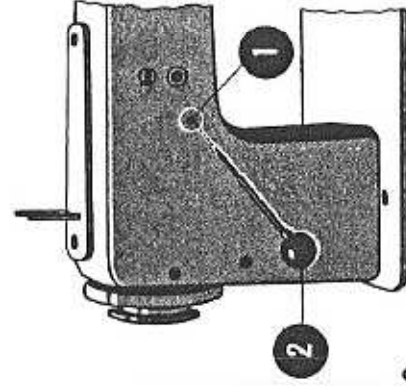

Abb. 3
Zu 1: Zum Einstellen der Maschine ist eine absolut gerade Nadel Syst. 287 WH Nr. 90 zu verwenden. Zunächst ist die Nadel auf die Mitte des Stichloches einzustellen. Es erfolgt dies dadurch, dass zunächst die Stichbreitenkulissee auf die Mitte der Kulisseeachse eingestellt wird. (Siehe Abb.3 und 4). Die Kulisseeachse ist als Hohlwelle (1) ausgebildet. Von der Rückseite der Maschine kann durch die Bohrung der Welle der Kulisseezentrierbolzen(2) - Einstellwerkzeug N 32-NU-2 - geschoben werden. Der Zentrierbolzen (2) ist vorne kegelig angespitzt, so dass er beim Einschieben in die Kulisseebohrung die Bohrung des Auges der Verbindungslasche (3) für die Links-Mitte-Rechts-Einstellung, das in der Kulissee eingehängt ist, trifft.